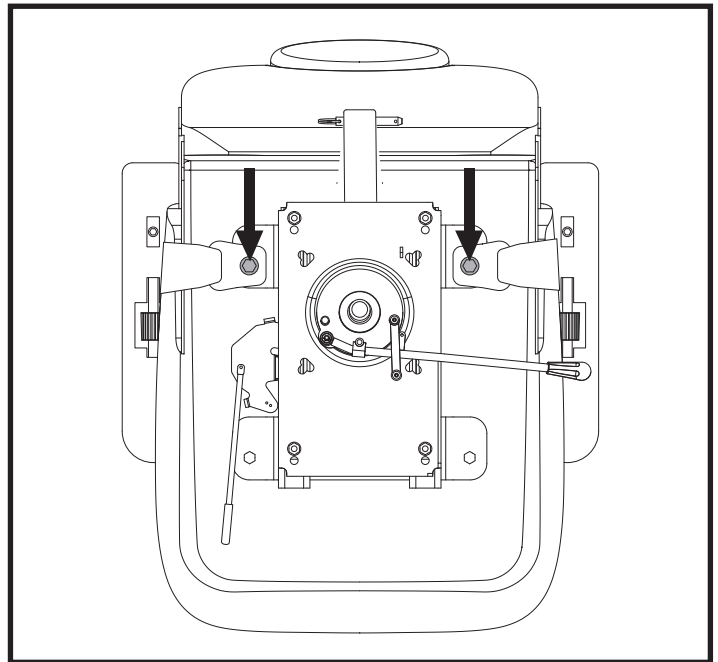

Figura 21. Tornillos del cinturón de seguridad
2. Dé la vuelta al asiento para ver la parte inferior del mismo. Ver la figura 21.